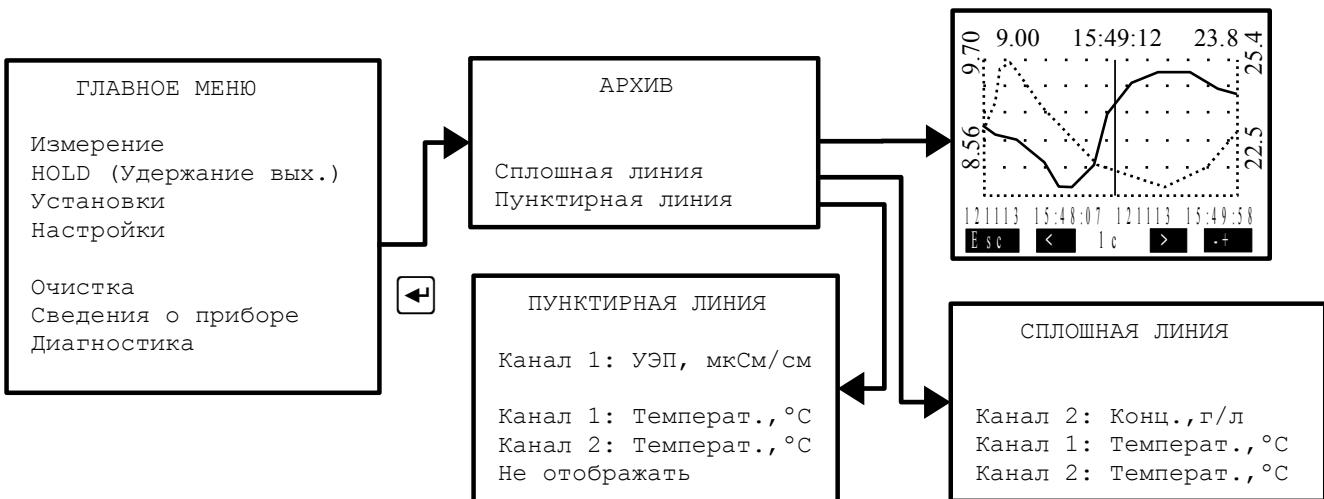
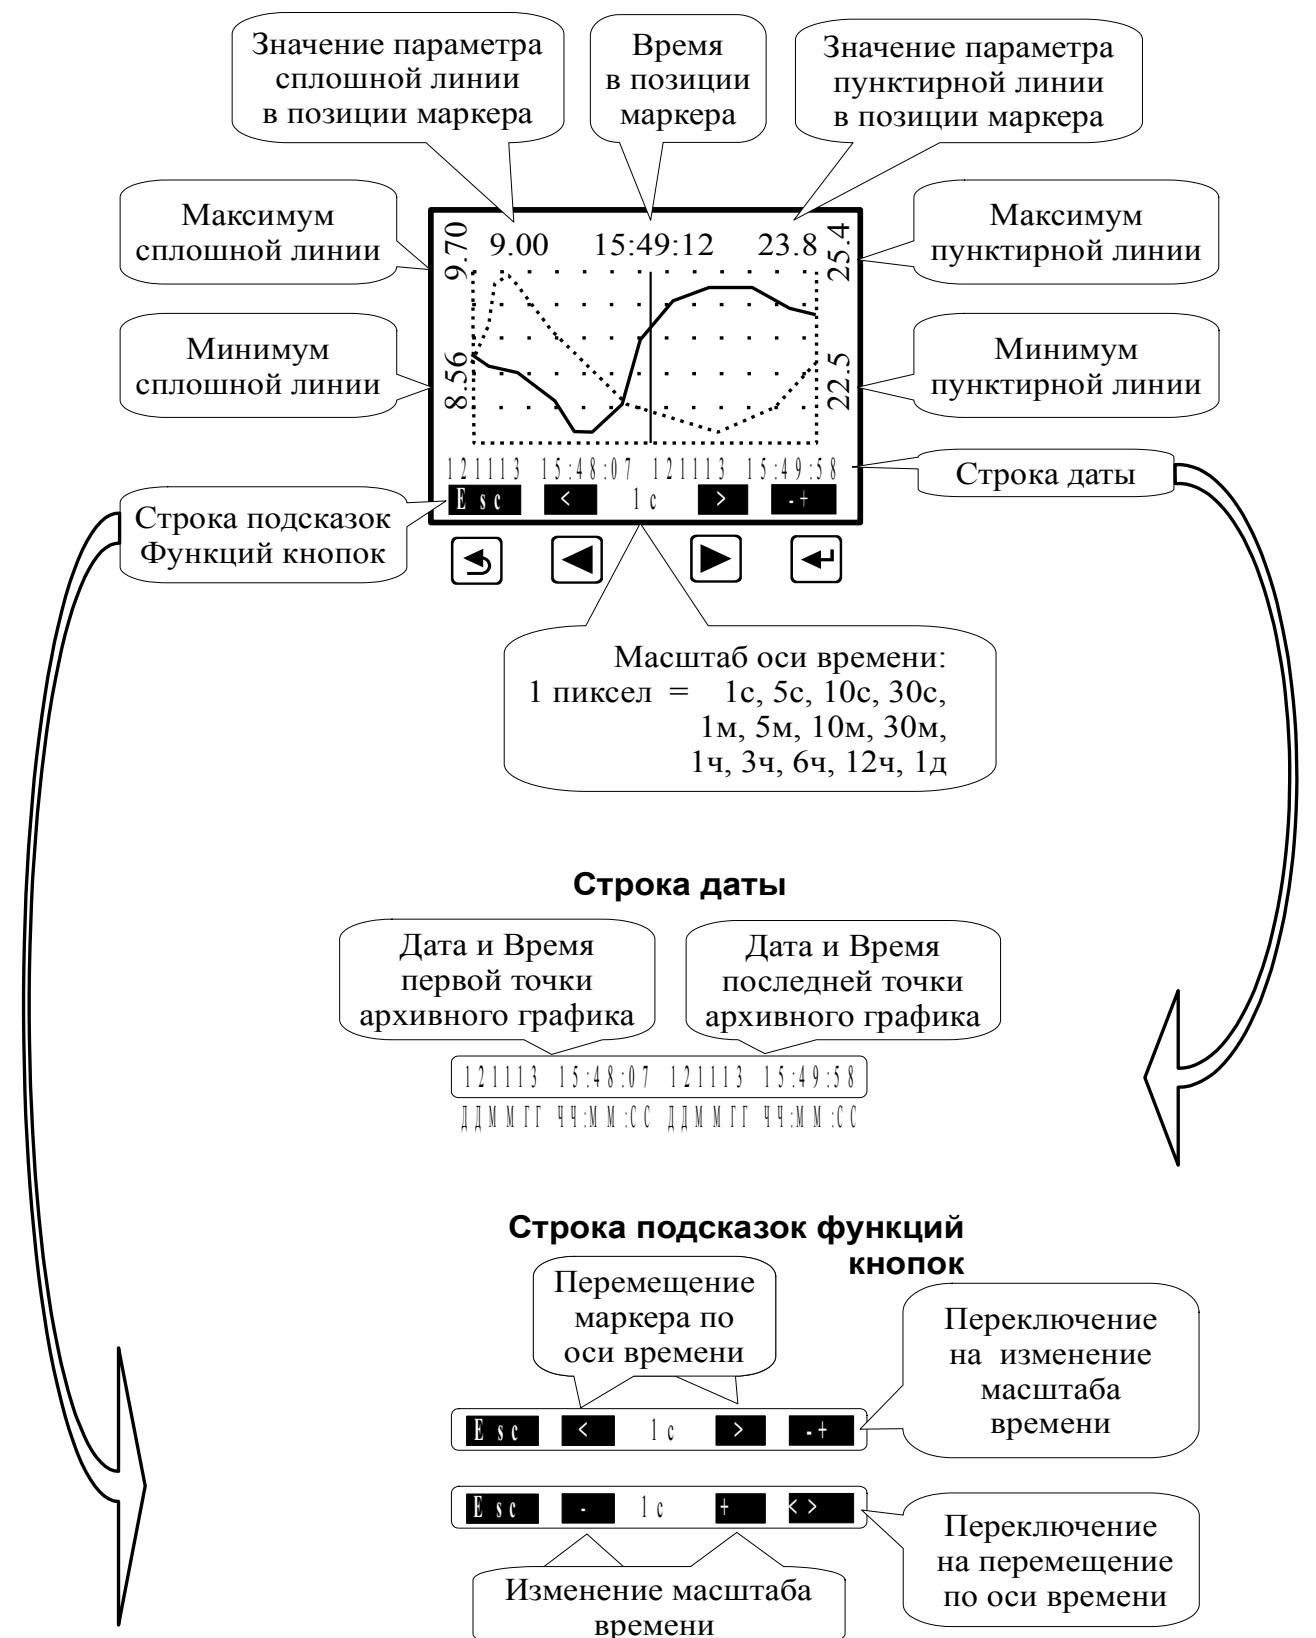

Рисунок 18 - Структура меню «АРХИВ»
Рисунок 19 - Описание элементов управления и отображения данных в меню «Просмотр архива»
3.3.5.3 Архивные данные можно посмотреть на дисплее ИП (Рисунок 18, Рисунок 19).
- **Просмотр архива** - в этом режиме просматривается архив одного или двух заранее выбранных параметров. Правая кнопка позволяет переключать режим управления маркером: кнопками и либо изменяется интервал дискретности по времени, либо перемещается маркер, указывающий на время про-смотр и состояние измеряемых параметров в это время (Рисунок 19).
Масштабирование оси времени и перемещение по оси времени осуще-ствляется кнопками в режиме «Просмотр архива» (смотри Рисунок 19).